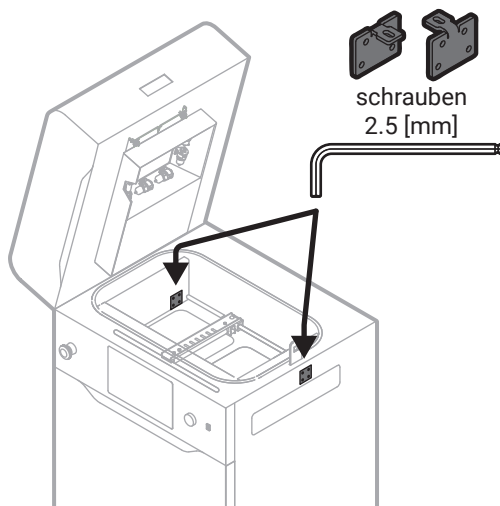

Abb. 12 Festschrauben von beiden Winkeln an das Prozesskammergehäuse.
4. Indem Du den 2 mm Schraubenschlüssel verwendest, schraube die Abdeckung am Recoater fest (Abb. 12).